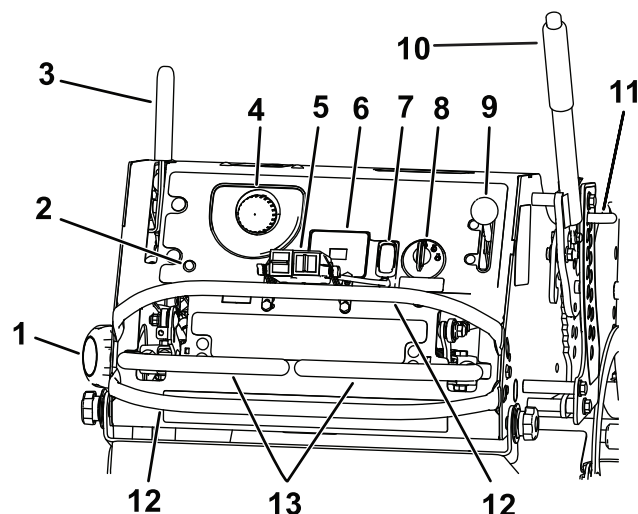

Figura 4
Si se detecta un problema o una avería en el sistema, se enciende el indicador de avería (IA) (Figura 4).
El mando de la toma de fuerza (TDF) se utiliza para engranar y desengranar las cuchillas de la segadora o arrancar y parar accesorios motorizados (Figura 4); consulte Uso del mando de la toma de fuerza \(TDF\) (página 16).
El acelerador controla la velocidad del motor y tiene un ajuste variable continuo de LENTO a RÁPIDO (Figura 4).
Las palancas de control de movimiento se utilizan para conducir la máquina hacia adelante, hacia atrás y girarla en ambos sentidos (Figura 4).